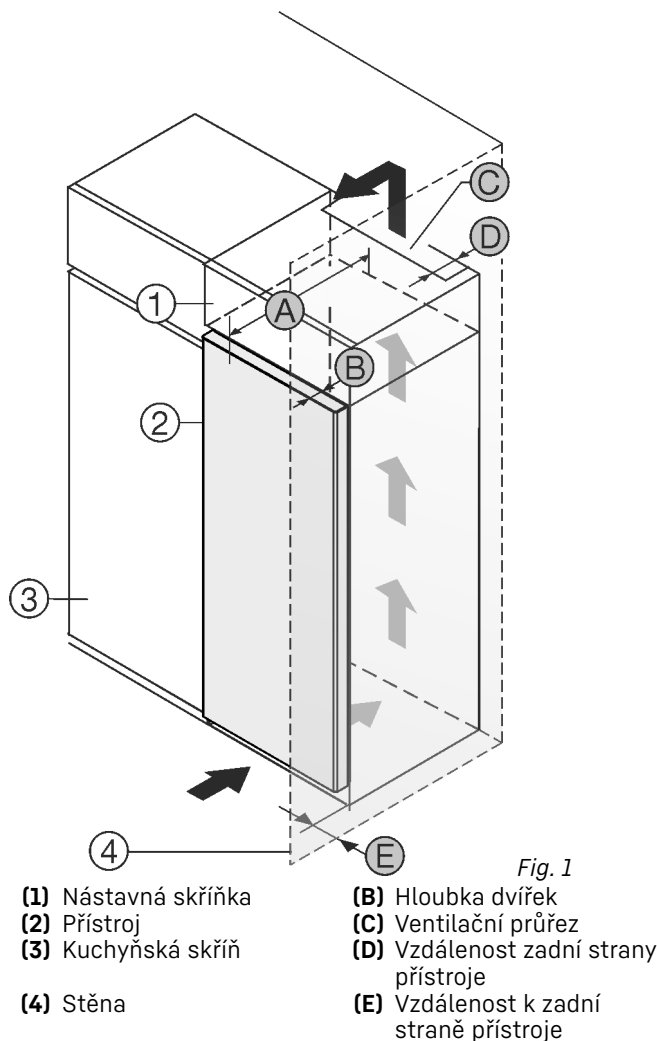

Fig. 1
Příklad nainstalujte přímo vedle kuchyňské skříňky Fig. 1 (3).
Na zadní straně nástavné skříňky musí být větrací šachta hluboká Fig. 1 (D) přes celou šířku nástavné skříňky.
Pod stropem místnosti musí být dodržen větrací průřez Fig. 1 (C).
Když se přístroj instaluje závěsy vedle stěny Fig. 1 (4), musí být vzdálenost mezi přístrojem a stěnou minimálně 13 mm.
Když se přístroj instaluje závěsy vedle stěny Fig. 1 (4), musí být vzdálenost mezi přístrojem a stěnou minimálně 20 mm.
Aby bylo možné dvířka plně otevřít, musí přístroj přesahovat o hloubku dvířek Fig. 1 (B) vůči přední linii kuchyňské skříňky. V závislosti na hloubce kuchyňských skříňek Fig. 1 (3) a použití vymezočů odstup od stěny může přístroj vyčnívat dále.